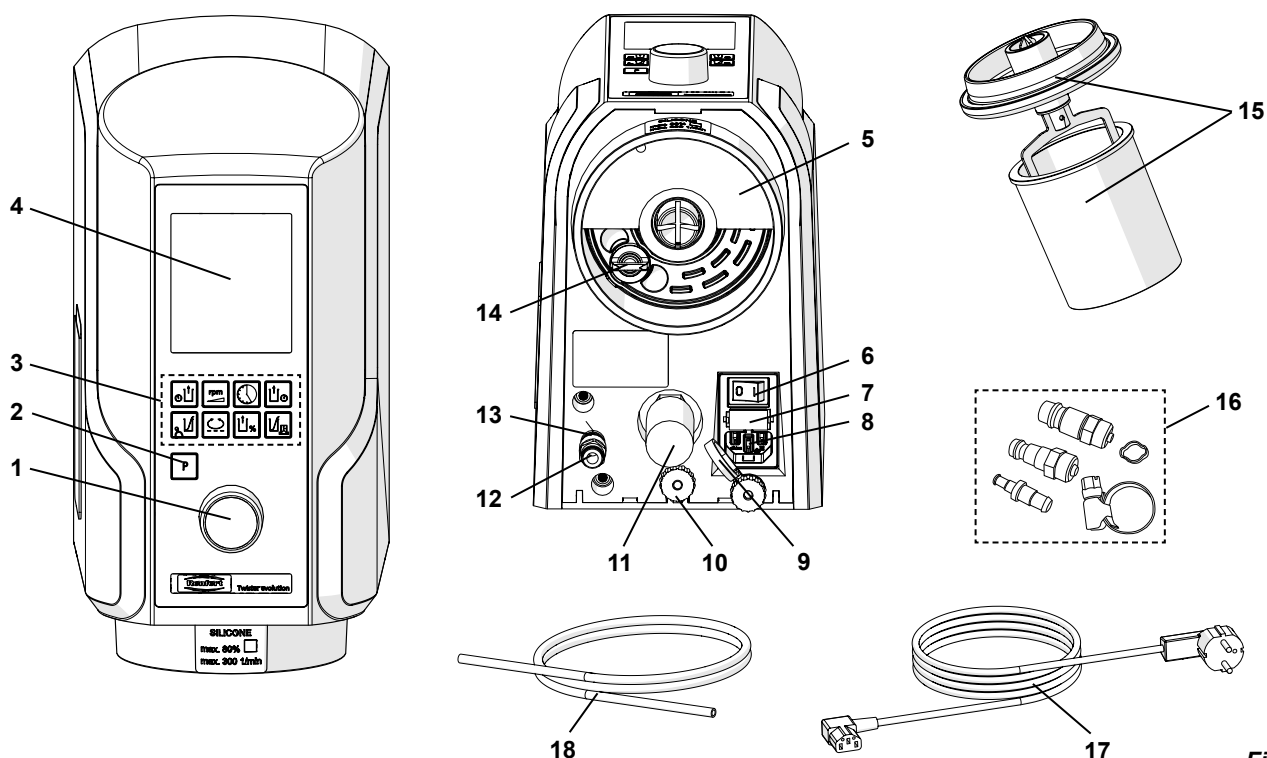

Fig. 1
- ⇒ Inserire il tubo dell'aria compressa (18) nell'apposito raccordo del giunto per l'aria compressa (12) fino alla battuta, superando una leggera resistenza.
- ⇒ Fra gli accessori forniti a corredo, scegliere il giunto adatto per collegare il tubo flessibile alla rete dell'aria compressa (16, Fig. 1) e montarlo sull'estremità del tubo.